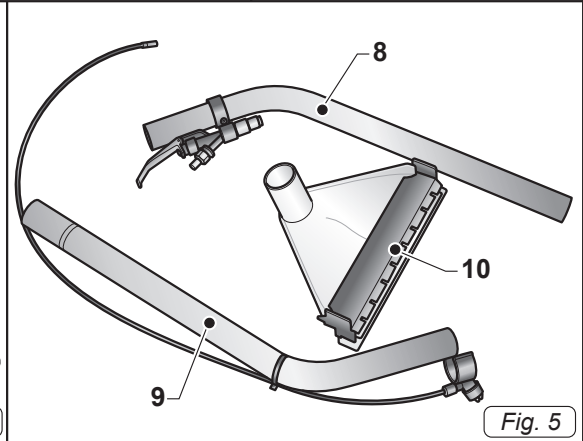

Fig. 5
- Вверх трубу (8 Рис. 5).
- Нижняя труба (9 Рис. 5) в комплекте с моющим соплом
- Устройство для ковров и пола (10 Рис. 5).